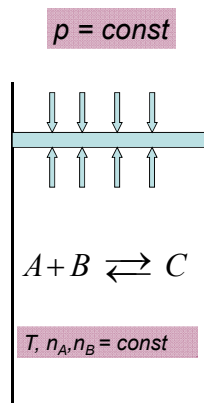

图 1. 容器内的化学反应
考虑如图 1 所示的反应容器。容器内压力 p 以及温度 T 恒定不变。容器内外没有物质交换。根据热力学第二定律，自发反应的发生会导致系统吉布斯自由能的降低，即 $\Delta G_{\text{system}} < 0$ 。
1.2 证明，对于任意容器中单一自发反应， $\Delta G_{\text{Reaction}} < 0$ 。(如图 1 所示)